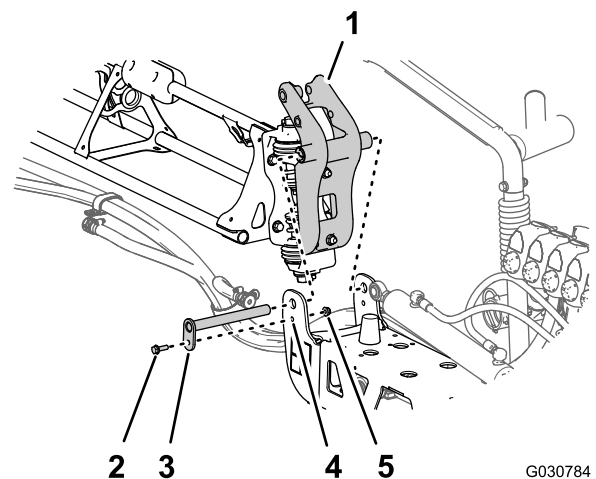

図 121
3. ピボットフィッティングのブッシュを、センターブームの端部にあるピボットブラケットのフランジに付いている穴に合わせる 図 121。